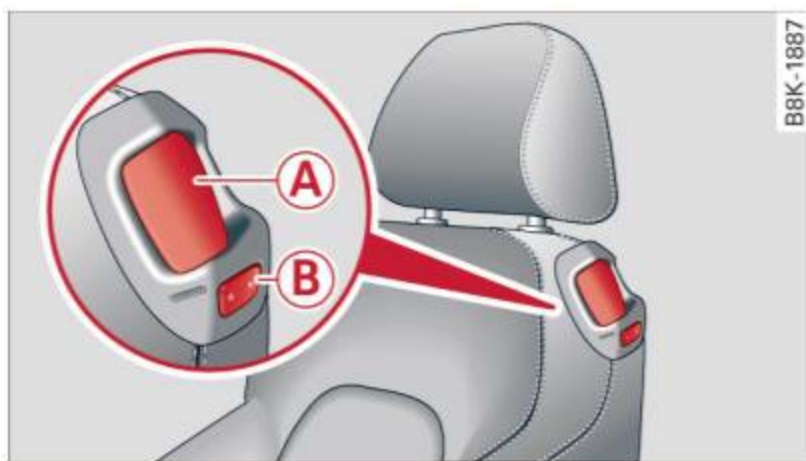
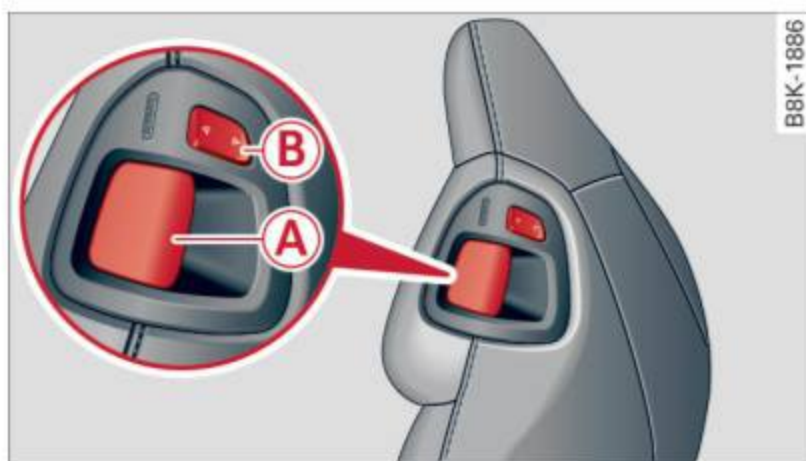

Fig. 69 Sièges confort*: Commandes d'entrée facile
Fig. 70 Sièges sport*: Commandes d'entrée facile
- Pour rabattre les dossiers de siège avant et arrière, soulevez la poignée (A) ⇒ fig. 69 ou ⇒ fig. 70 et rabattre le dossier vers l'avant
- Pour déplacer les sièges avant avant/arrière, appuyez et maintenez le bouton (B) jusqu'à ce que le siège atteigne la position désirée.